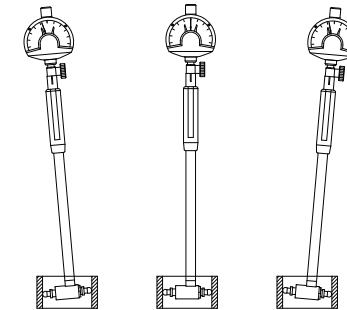

Abb. 1
4. Verwenden Sie den Standard-Einstellung, um den Nullpunkt einzustellen (Abb. 1). Dies muss bei leicht geneigter Zentrierplatte erfolgen. Das Messgerät sollte in derselben Position eingestellt werden, in der es später verwendet wird. Wenn das Messgerät langsam um den festen Kugeleinsatz geschwenkt wird, erscheint ein Umkehrpunkt auf der Anzeige der Messuhr. Der Umkehrpunkt ist an einer Richtungsänderung des Zeigers zu erkennen.